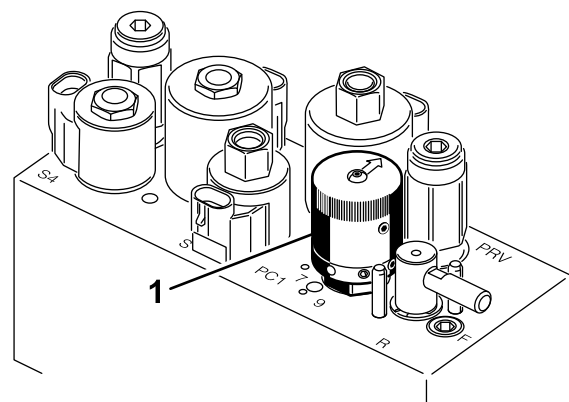

Figura 30
- Para ajustar a velocidade dos cilindros, rode o manípulo (Figura 30) até que as setas indicadoras fiquem alinhadas com o número que designa o ajuste desejado.